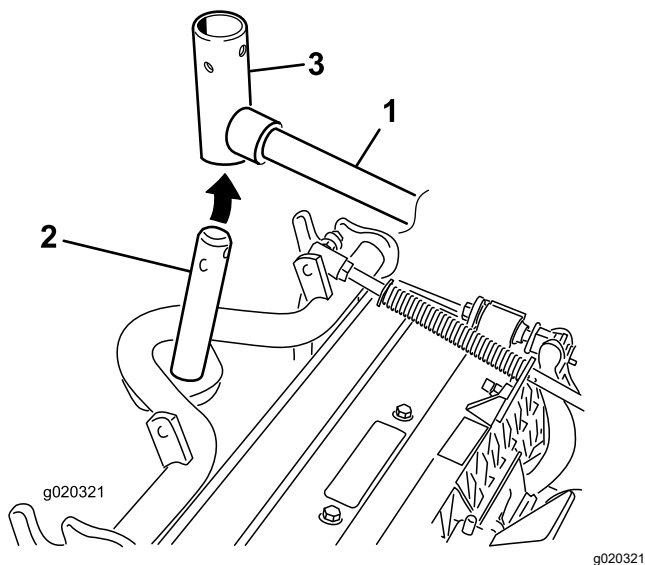

Figura 10
10. Nas unidades de corte dianteiras, faça deslizar uma unidade de corte sob o braço de elevação enquanto insere o veio da estrutura de suporte para cima para dentro da forquilha da articulação do braço de elevação (Figura 10).
- B. Insira a forquilha do braço de elevação no veio da estrutura de suporte (Figura 10).